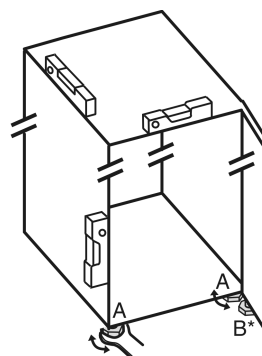

Fig. 24
- Dévisser les pieds réglables *Fig. 24 (A)* avec la clé plate fournie et utiliser un niveau à bulle pour vérifier que l'appareil est bien plan.
- Dévisser le pied réglable *Fig. 24 (B)* du support de palier avec la clé plate fournie jusqu'à ce qu'il touche le sol.
- Continuer de tourner le pied réglable *Fig. 24 (B)* de 90° maximum pour éviter d'endommager la porte.